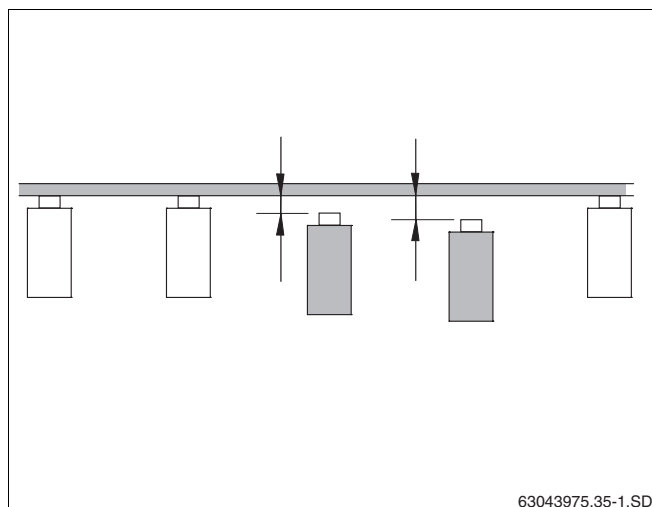

Fig. 12 Compenser les différences de niveau des chevrons
- Compenser les différences de niveau éventuelles des chevrons (fig. 12).